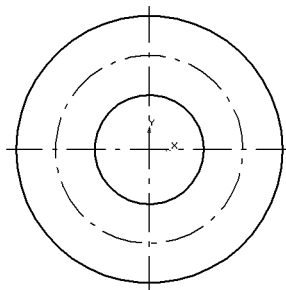

Рис. 51.6.
- 6.1. Переместите изображение на экране влево от центра таким образом, чтобы справа от построенных окружностей имелось достаточно свободного места (рис. 51.6).